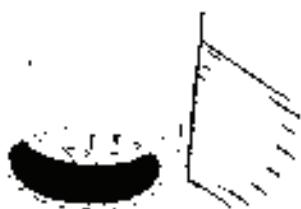

图 10-163 差集处理
6) 布尔运算处理。单击“实体编辑”工具栏中的“差集”按钮 ，从主体中减去上步绘制的扫掠实体，结果如图 10-163 所示。